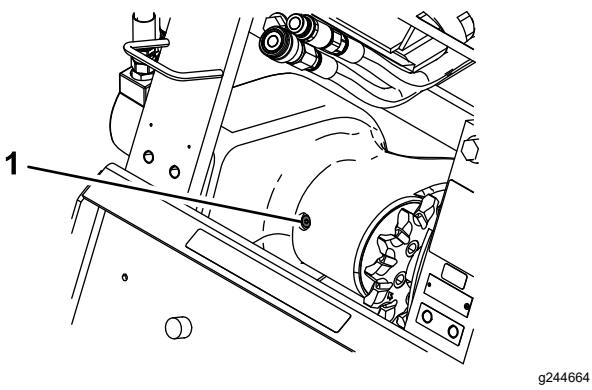

Bild 14
4. Reinigen Sie den Bereich rund um den Einfüllstutzen-Schraubverschluss am Lagergehäuse (**Bild 14**).
5. Entfernen Sie den Schraubverschluss vom Einfüllstutzen (**Bild 14**).
3. Reinigen Sie den Bereich rund um den Einfüllstutzen-Schraubverschluss am Lagergehäuse (**Bild 14**).
4. Entfernen Sie den Schraubverschluss vom Einfüllstutzen (**Bild 14**).